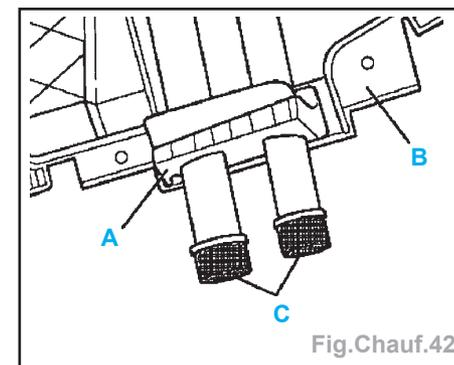

Fig.Chauf.42
- Les conduites de réfrigérant (C) doivent être étanchéifiées par la pose d'un joint (A) entre les deux moitiés de carter (B) (Fig.Chauf.42).